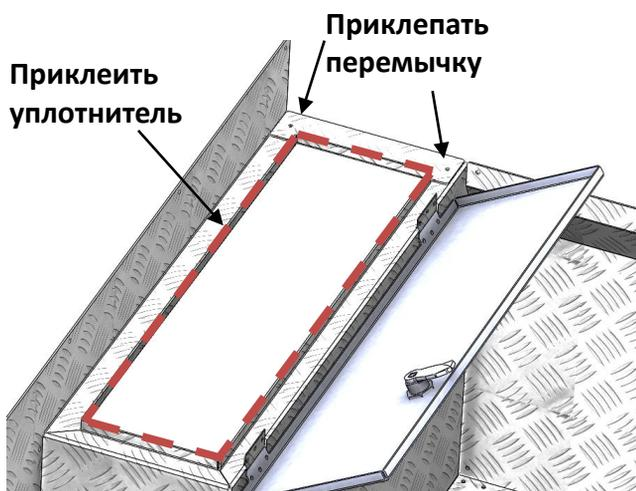

Рис.4
7. Заклепками 4x16 мм из комплекта крепежа приклепать перемычки ящикам (рис.4).
10. Приклеить суперклеем уплотнитель по периметру на буртик ящиков (рис.4).